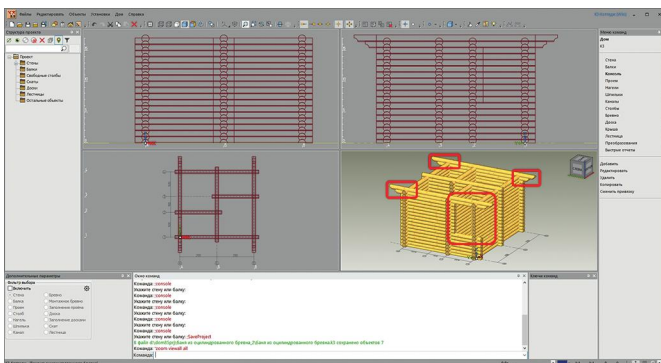

рис. 27
5. В результате, получаем сруб с консолями. Ещё раз щёлкнем правой кнопкой мыши по пиктограмме , чтобы все добавленные объекты уместились в сцене. На рис. 27 все добавленные выше консоли выделены красными рамочками.